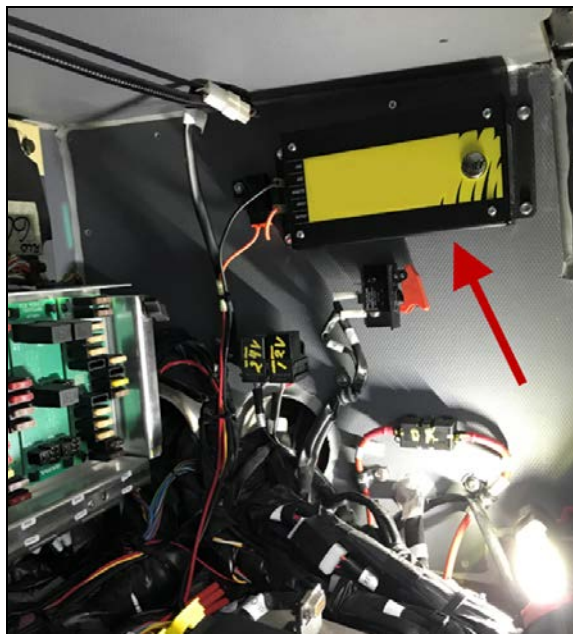

FIGURE 5
9. Installer le convertisseur dans le haut du mur, sur la droite quand vous faites face au compartiment électrique. Utiliser les quatre vis auto-perceuses. Le câblage doit être sur le côté gauche (Figure 5).